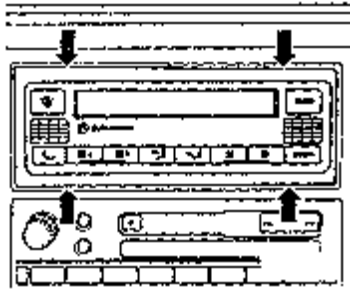

图 13-49 拆卸操作和显示单元
(5) 带有控制单元 J255 的操作和显示单元 E87 的拆卸和安装如图 13-49 所示，将操作